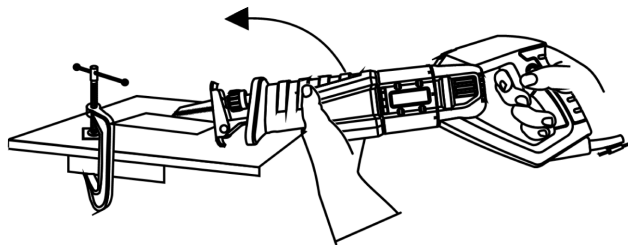

Рис. 8
1. Используйте короткое пильное полотно, (Рис. 8.)